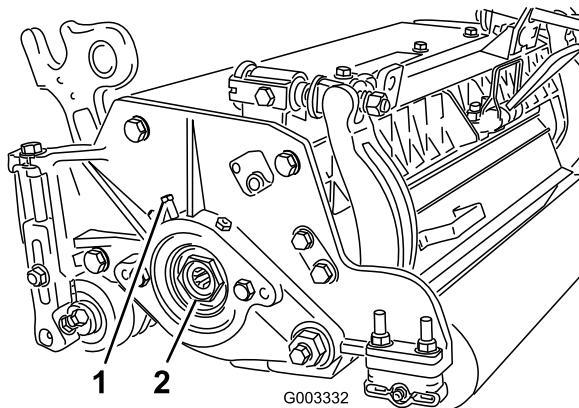

Bild 27
- A. Lösen Sie die externen Stellschrauben, mit denen die Einstellmutter des Lagers am Lagergehäuse links an der Schneideeinheit befestigt ist (Bild 27).